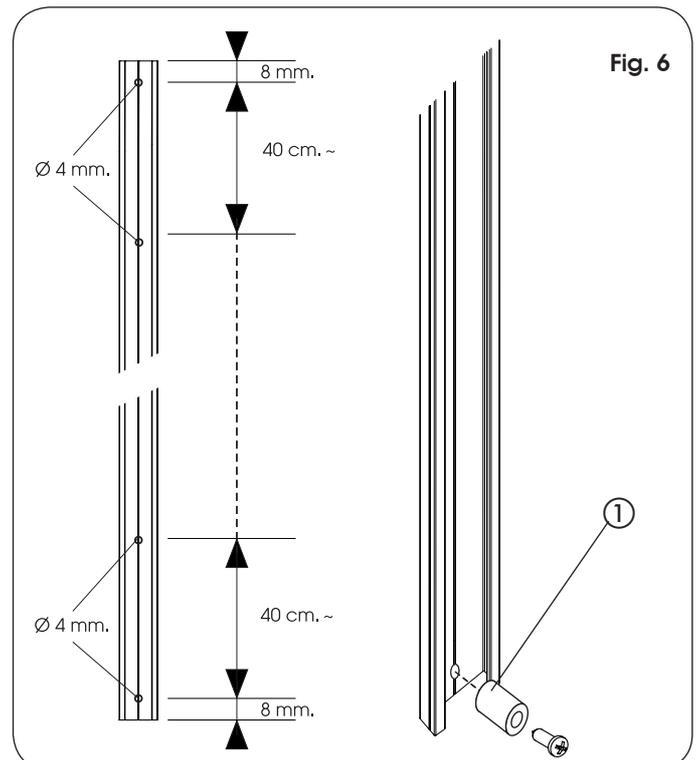

Fig. 6
- Effettuare con precisione, una foratura  $\varnothing$  4mm a 8 mm da ciascuna estremità del profilo di sostegno (fig. 6).
*Questi due fori verranno utilizzati per il fissaggio dei distanziali di appoggio (fig. 6 rif. ①).*
- Effettuare ulteriori forature  $\varnothing$  4mm intermedie, a passi di circa 40 cm (fig. 6).
- Inserire il distanziale di appoggio in corrispondenza del foro inferiore (fig. 6 rif. ①).